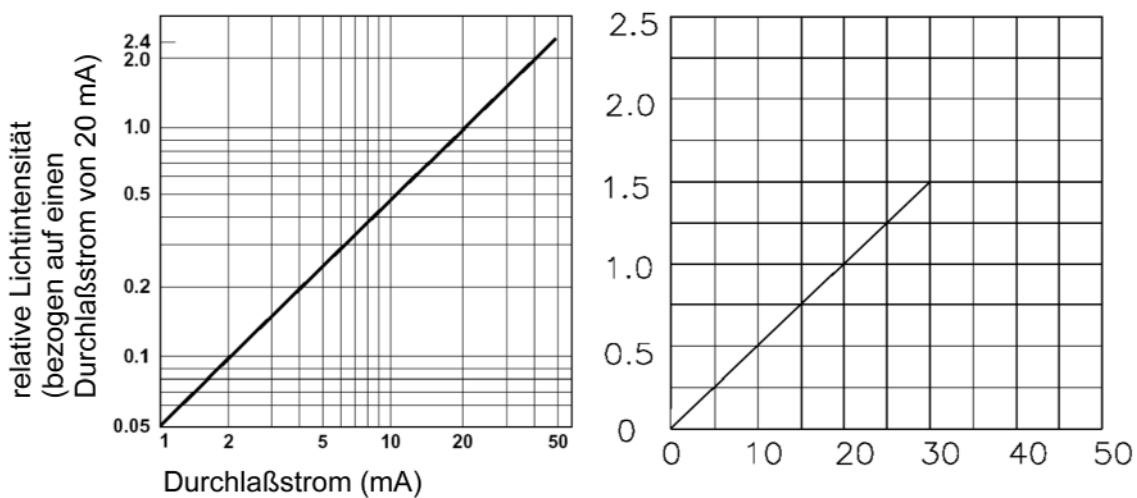

Abbildung 8.1.6 Lichtausbeute (relative Lichtintensität) und Durchlaßstrom. Zwei Beispiele (Agilent, Vishay)
- LEDs können mit geringerer Stromstärke betrieben werden. Dabei sinkt aber die Helligkeit (Abbildung 8.1.6).
- geringere Ströme sind zulässig. Die LED gibt typischerweise auch dann noch Licht ab, wenn nur 10% des maximalen Durchlaßstromes fließen. Dimensionierung: auf Grundlage der gewünschten Lichtausbeute (Lichtintensität; Abbildung 8.1.6). Wird die LED nicht über eine Konstantstromquelle, sondern über einen Widerstand angesteuert, ist zu dessen Dimensionierung die Flußspannung aus der Kennlinie zu entnehmen. Manche Datenblätter enthalten eigens entsprechende Kennlinienausschnitte (Abbildung 8.1.4).